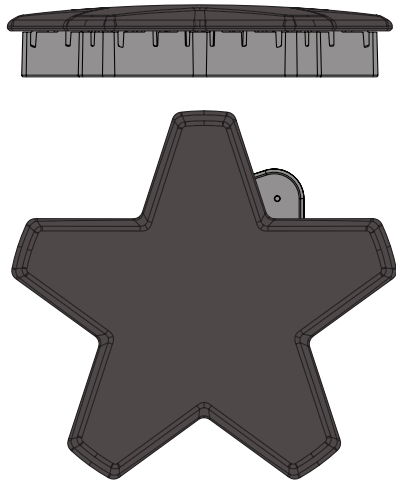

Figure 11 : Colocación correcta de las tapas de quemadores
- Usted puede tratar de mover las tapas de los quemadores suavemente de un lado a otro para verificar que las tapas están colocadas correctamente en sus bases. Cuando se coloca correctamente, cada tapa de quemador quedará asentada en forma plana sobre su base y cubrirá completamente la base del quemador en forma de estrella cuando se ve desde la parte superior como se muestra en la Ilustración 11: Colocación correcta de las tapas de quemadores.